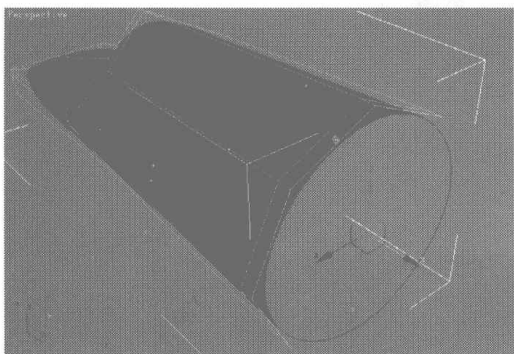
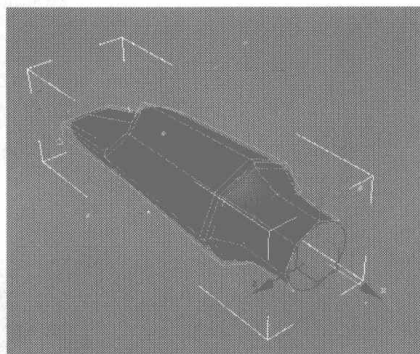
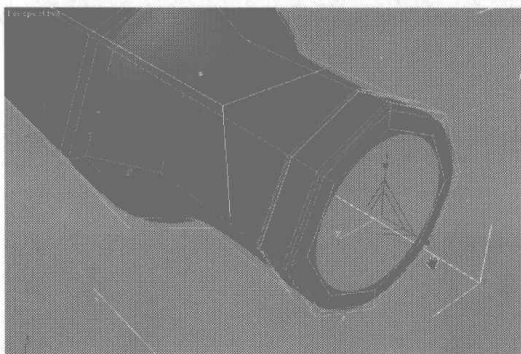

图 2.52
图 2.53
图 2.54
- 14** 选择如图 2.52 所示的曲线，按住 Shift 键，复制出一个边沿，如图 2.53 所示。再次按住 Shift 键，复制出一个边沿，并调整到如图 2.54 所示的位置。